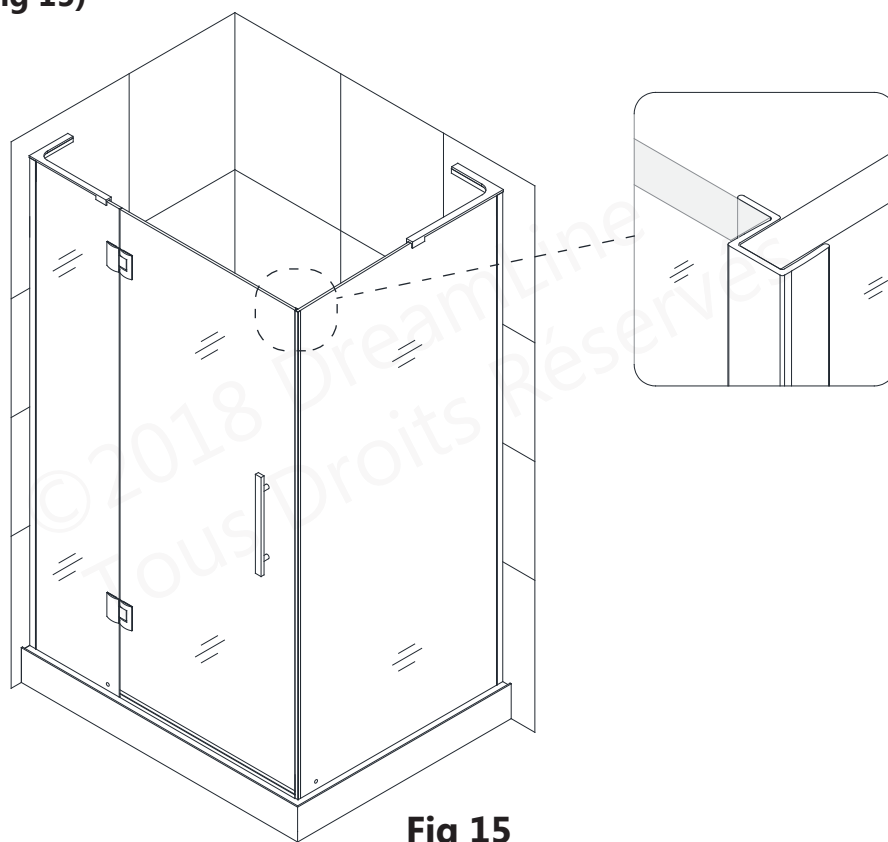

Fig 15
15. Assurez-vous que la **Porte Vitrée (N° 02)** se ferme uniformément et complètement contre la **Gâche de Vinyle (N° 12)**. (Fig 15)